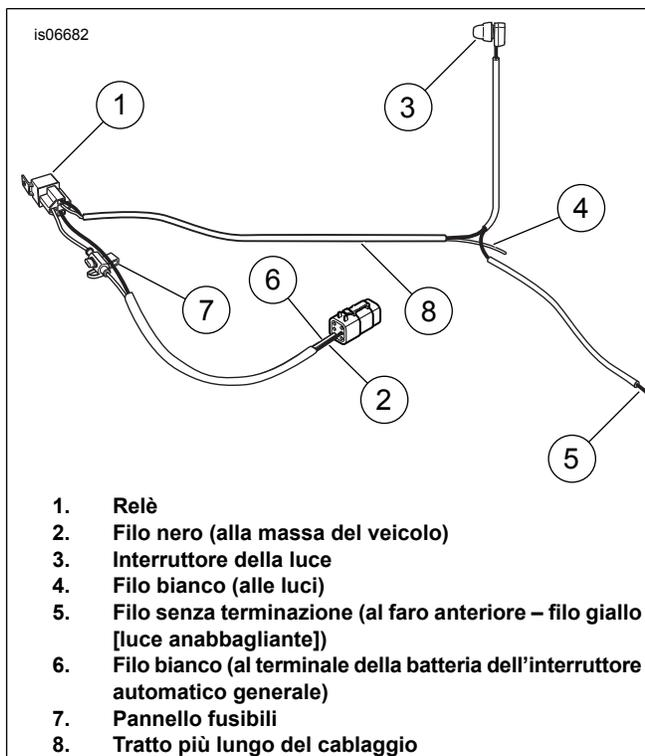

Figura 4. Identificazione della componente del cablaggio
Vedere Figura 4 per l'identificazione delle componenti del cablaggio.
14. Vedere Figura 4. Far passare il cablaggio oltre il canotto dello sterzo e far passare il tratto dell'interruttore della luce (3) del cablaggio lungo il lato sinistro del manubrio e fino al comando della frizione.